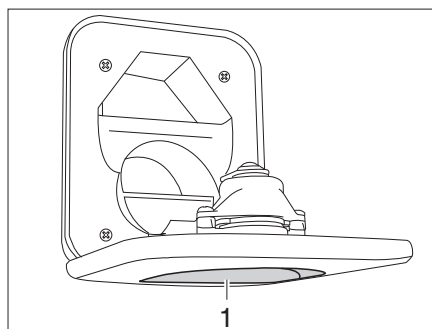

Fig. 246 Tubo de llenado de agua potable para el inodoro
- Abrir el tubo de llenado de agua potable para el inodoro (Fig. 246,1) encima de la trampilla para el depósito de aguas fecales y girarlo hacia abajo.